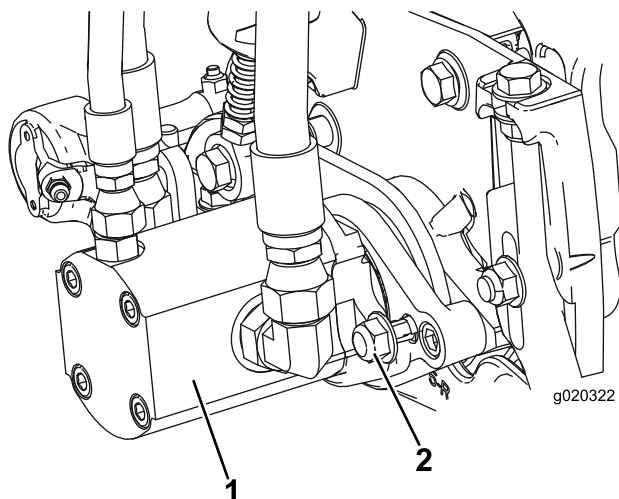

Figura 13
17. Montate il motore ruotandolo in senso orario in modo che le flange del motore non tocchino i dadi di bloccaggio (Figura 13). Ruotate il motore in senso antiorario, finché le flange non circondano i dadi, poi serrate i dadi.